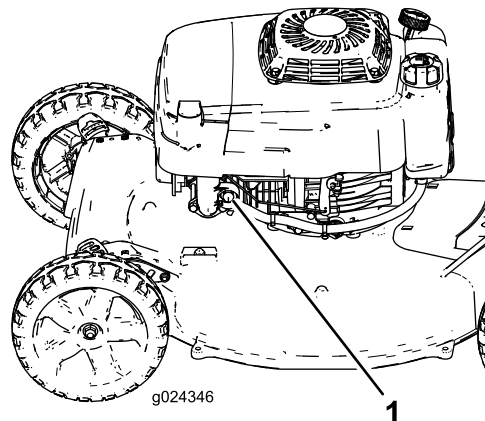

Figura 12
2. Premete con decisione l'iniettore (Figura 12), tenendo la lampada dell'iniettore per 1 secondo.